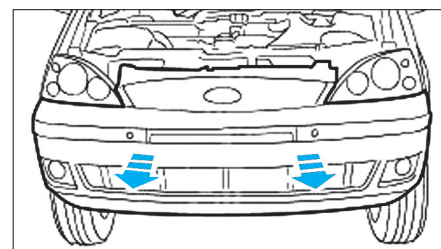

Fig. 78
- Tirer le couvercle de pare-chocs vers l'avant comme illustré (Fig.78).